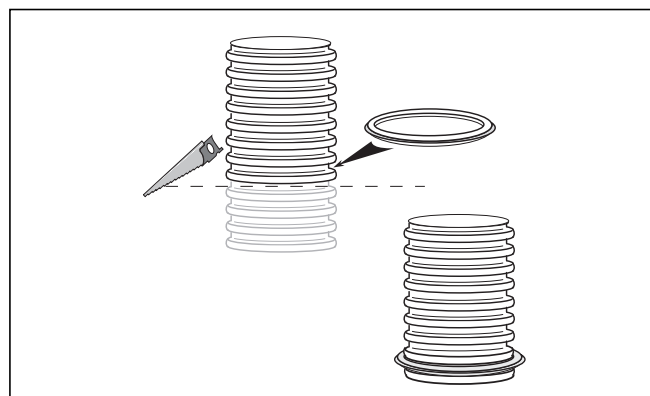

Рис. 6.37 Укорачивание гибкого выпускного газопровода и монтаж уплотнения
Укорачивайте гибкий выпускной газопровод (см. рис. 6.37) только в том случае, если закрепили его на устье шахты.
- Затем монтируйте уплотнение в самом нижнем неповрежденном желобке выпускного газопровода (см. рис. 6.37)